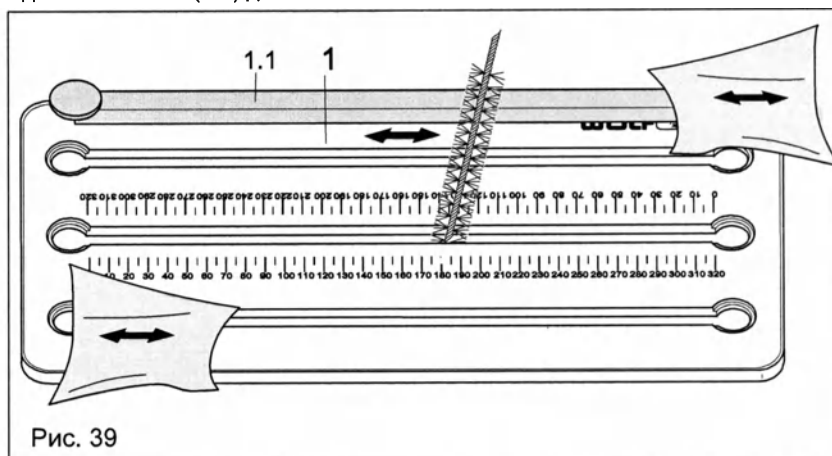

Рис. 39
Препарационный стол (1) - (рисунок 39)